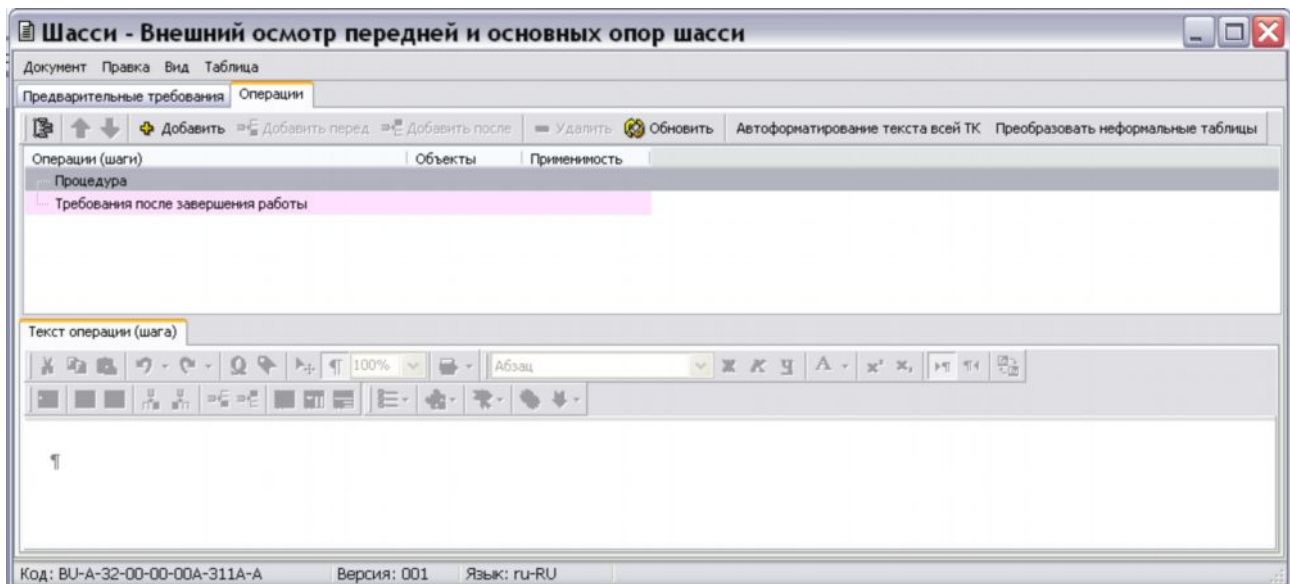

Рис. 5.3
5. Выделите созданную версию модуля данных и нажмите на кнопку . При этом откроется окно редактора техкарт (Рис. 5.3).